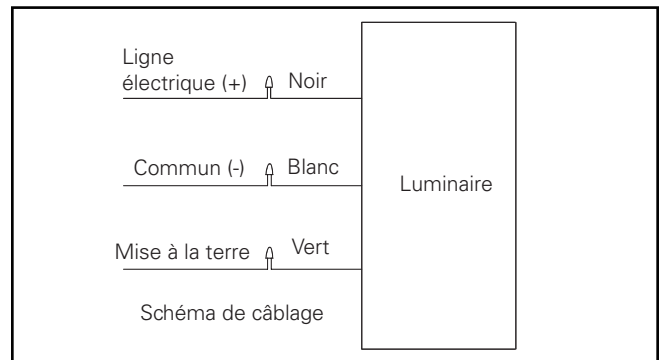

Figure 4.
4. Consultez le schéma de câblage pour effectuer les raccordements. (Figure 4.)